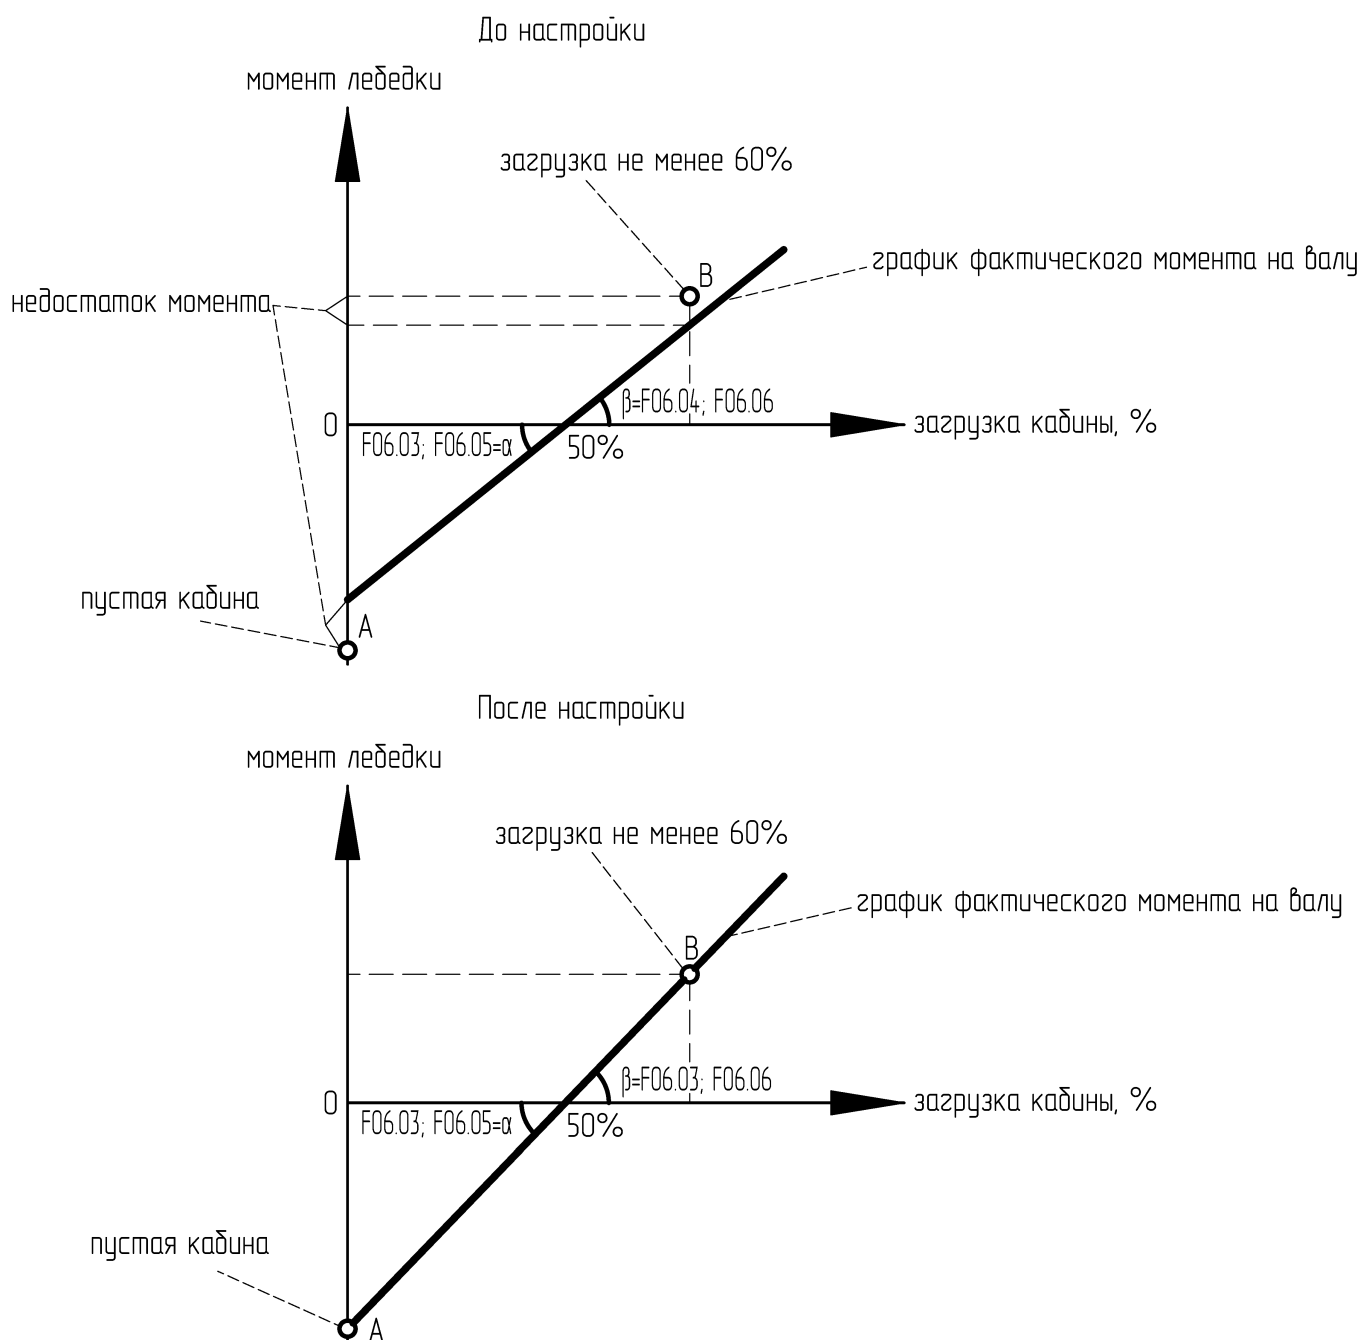

Рисунок 8.4 – Принцип настройки противоотката
7. **Определение момента точки А (рисунок 8.4):** Подать команду «Вверх» от устройства управления и следить за перемещением кабины. При **откате кабины вверх** необходимо **увеличивать значение коэффициента F06.04**, при **откате кабины вниз** необходимо **уменьшать значение коэффициента F06.04** до пропадания отката. Затем установить значение **F06.05 = F06.04**, подать команду на движение вниз, откат должен отсутствовать.
8 **Определение момента точки В (рисунок 8.4):** загрузить кабину не менее 60% от номинала. Далее подать команду «Вверх» от устройства управления и следить за перемещением кабины. При **откате кабины вверх** необходимо **уменьшать значение коэффициента F06.03**, при **откате кабины вниз** необходимо **увеличивать значение коэффициента F06.03** до пропадания отката. Затем установить значение **F06.06 = F06.03**, подать команду на движение вниз, откат должен отсутствовать.